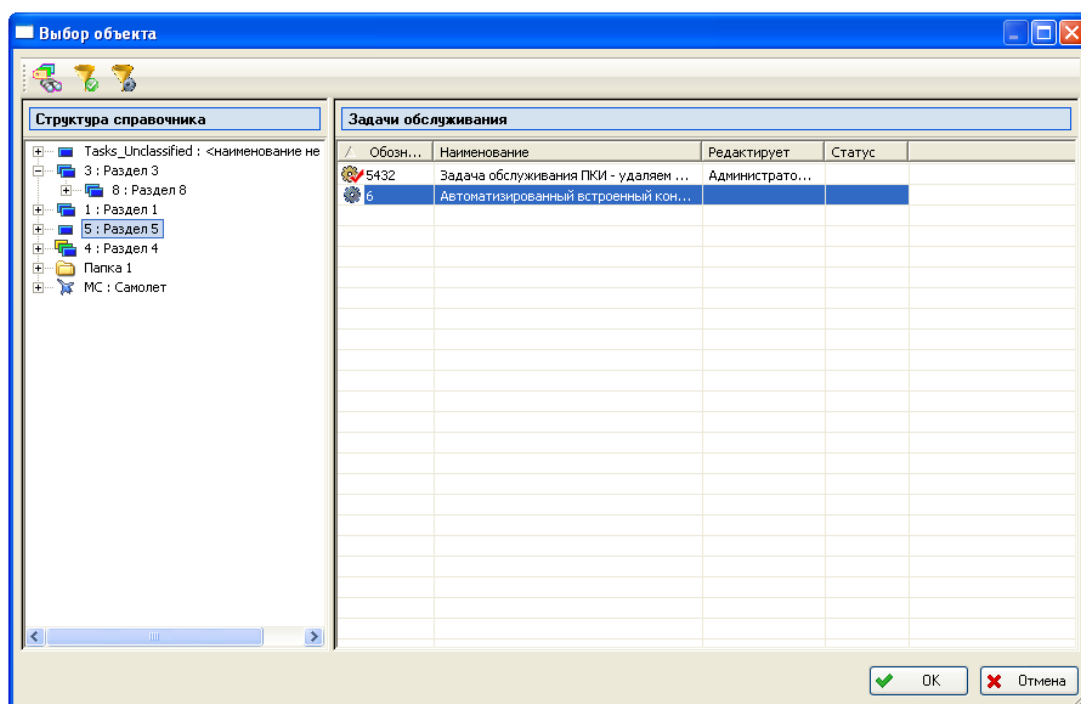

Рис. 2-21
- При выборе задачи обслуживания из справочника «Задачи обслуживания» откроется окно **Выбор объекта** (рис. 2-21).